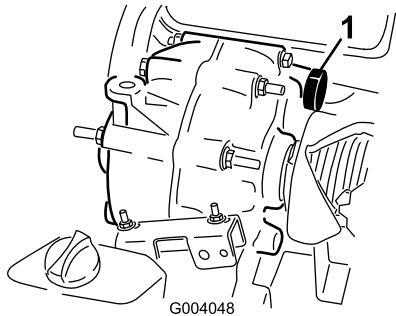

Рисунок 60
- Долейте в бак (Рисунок 60) через заливное отверстие приблизительно 1,4 л рабочей жидкости указанного типа или доведите уровень рабочей жидкости в трансмиссии до нижней части резьбы (Рисунок 59).